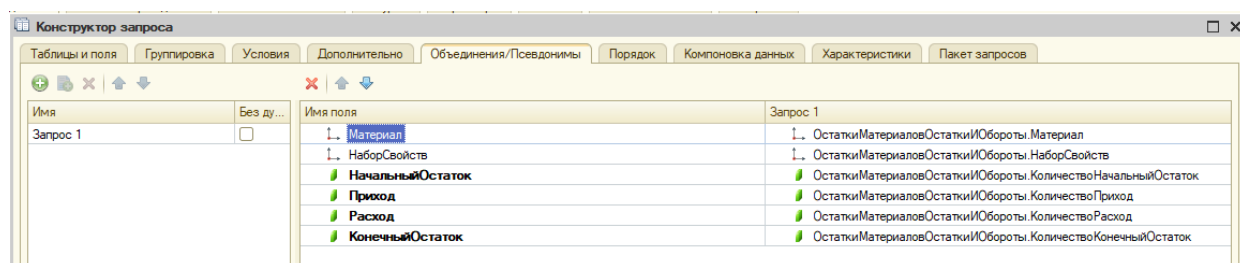

Рис. 9.9 Объединения/Псевдонимы
4. После этого на закладке **Объединения/Псевдонимы** задайте псевдонимы числовых полей без слова **Количество** (рис. 9.9).